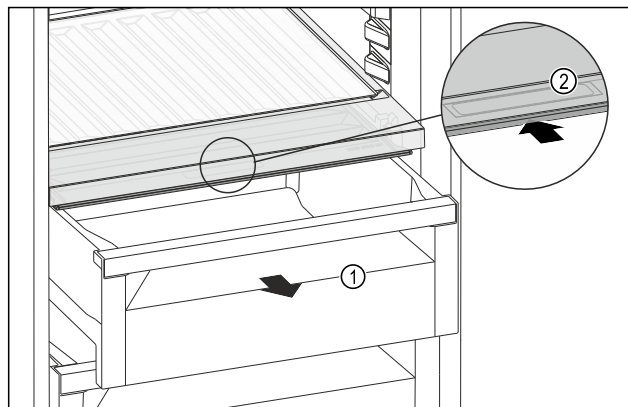

Fig. 171
- ▶ Izvucite ladicu Fig. 171 (1).
- ▶ Primite ručku Fig. 171 (2) na poklopcu pretinca i istodobno povucite poklopac pretinca prema natrag.